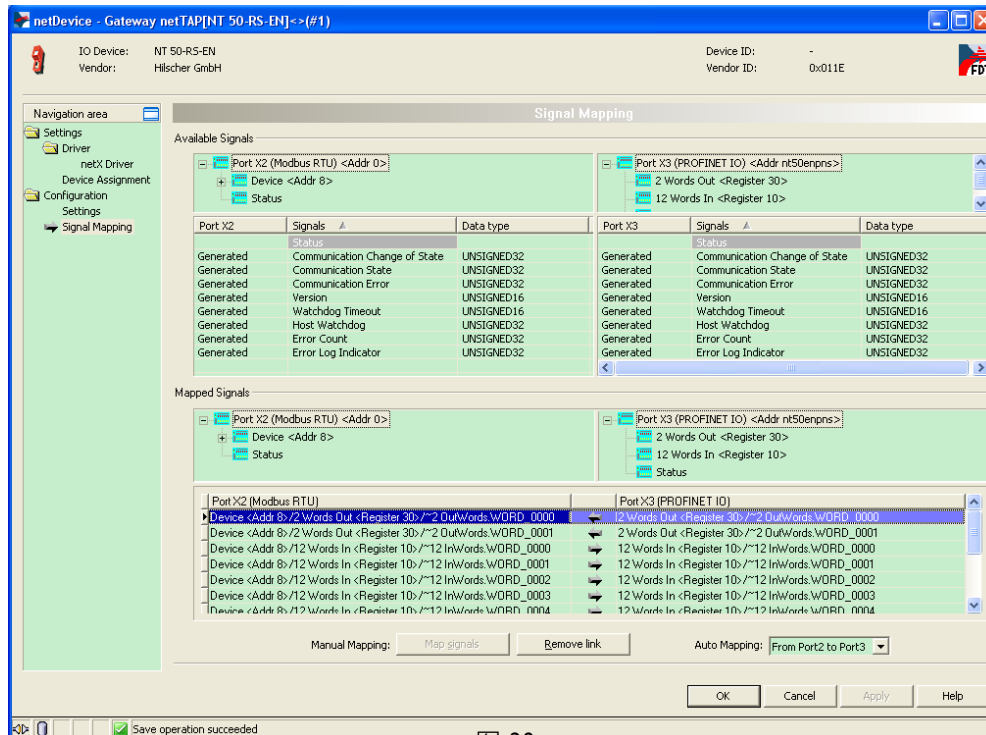

图 30
13) 可以通过 Ctrl 键或 Shift 键选中多个 Receive 数据。还可以在 Auto Mapping 中，通过选择“From Port3 to Port2”，并单击 Apply 按钮，来进行数据自动映射，如图 30 所示。